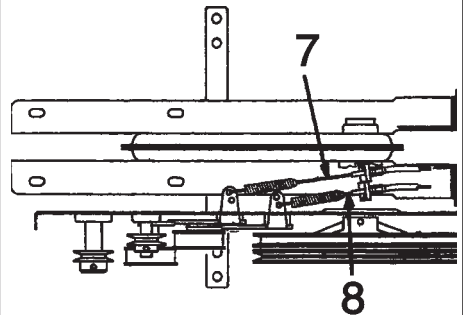

Fig. 11
6. Kontrollieren, daß die Regler und die Federn (sowohl der Vorwärtsgang- als auch der Rückwärtsgangschaltung) gemäß Abb. 11 montiert sind:
- Übertragung der Vorwärtsgangschaltung: Hebel Nr. 2 auf Lenker (7).
- Übertragung der Rückwärtsgangschaltung: Hebel Nr. 7 auf Lenker (falls vorhanden) (8).